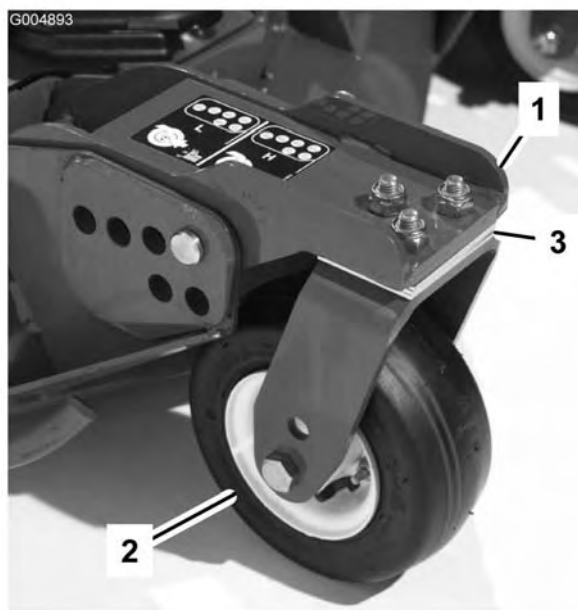

Figure 83
1. Enlevez les vis et écrous de fixation de la roue pivotante à la fourche (Figure 83).